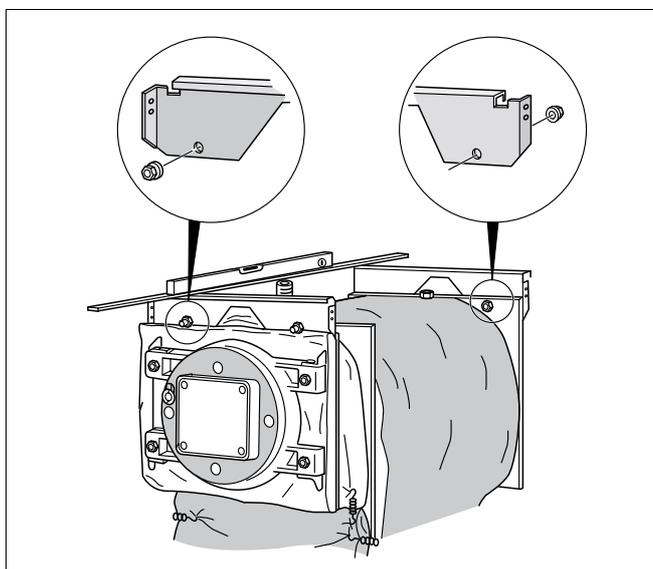

Fig. 7 Applicare le traverse anteriore e posteriore ed avvitarle
- Inserire la traversa anteriore (ritaglio trapezoidale verso il basso) con i 2 fori in alto nei prigionieri ed avvitare con le madreviti (fig. 7).
- Inserire la traversa posteriore (ritaglio trapezoidale verso il basso) con i 2 fori in alto nei prigionieri ed avvitare con le madreviti (fig. 7).
Le piegature delle traverse devono essere rivolte all'infuori; le traverse anteriore e posteriore devono essere allineate e livellate orizzontalmente (fig. 7).